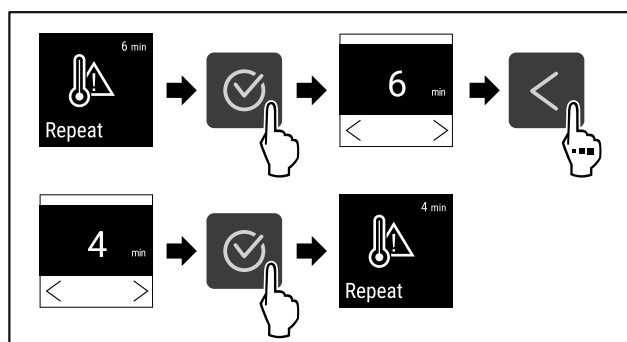

Fig. 129
- ▶ Suivre les étapes (voir Fig. 129) .